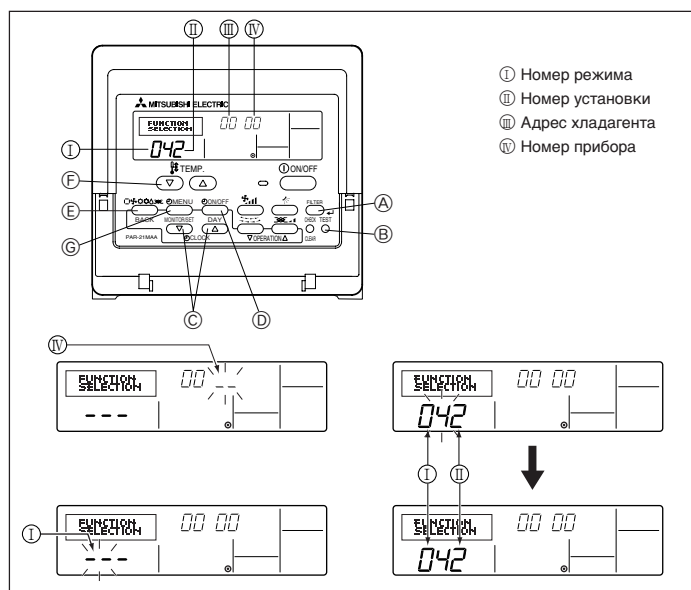

Fig. 6-8
1) Для проводного пульта дистанционного управления (Fig. 6-8)